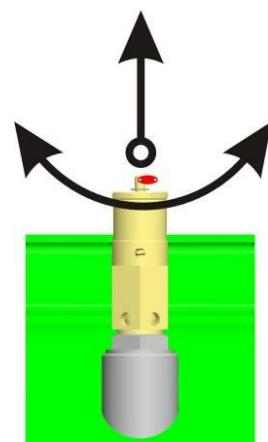

Рис.18
18.6. Проверка работы предохранительного клапана (рис. 18)